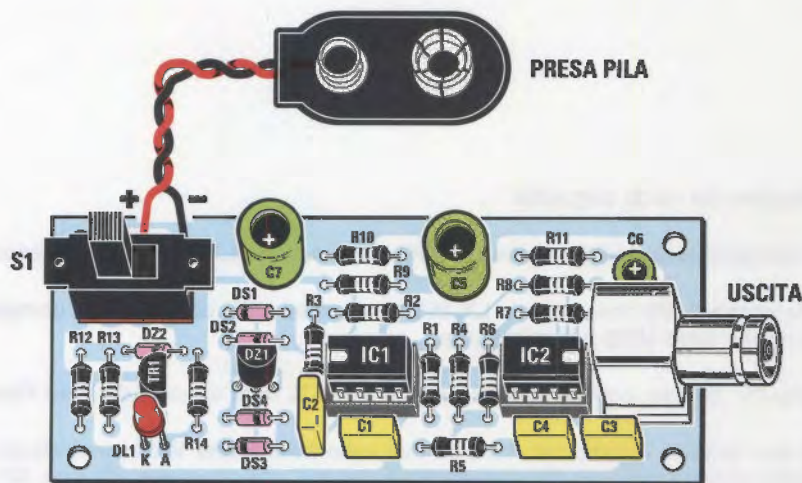

Fig.32 Disegno pratico del circuito del calibratore LX.1691.
Per misurare con precisione l'ampiezza di un segnale elettrico, come la sinusoide prodotta dal **generatore**, dovrete prima eseguire la **calibrazione** del vostro oscilloscopio e per questo dovrete procurarvi il **circuito di calibrazione LX.1691** pubblicato nella rivista **N.232** (vedi fig.32). Come vedrete, una volta eseguita, la calibrazione può essere **memorizzata** su un apposito file del vostro computer. In questo modo non sarà più necessario ripeterla, ma sarà sufficiente richiamarla ogni volta che riaccendete il computer.
- prendete il piccolo **circuito di calibrazione** siglato **LX.1691** che vedete riprodotto in fig.32. Questo circuito genera un'onda sinusoidale di **ampiezza costante**, pari a **1 Volt picco/picco**. La **frequenza** dell'onda prodotta dal circuito di calibrazione è di circa **1.200 Hz**.
**Nota:** chi dispone del Minilab nella versione "Advanced" e desidera eseguire l'esperienza di "misurare una sinusoide con l'oscilloscopio" descritta a pag.113, dovrà richiedere a parte un cavo con 2 BNC lungo 50 cm (cod. **RG1.05**), un cavo con BNC e due coccodrilli lungo 1 m (cod. **RG1.102**) e il kit del circuito di calibrazione **LX.1691** (vedi fig.32): per i relativi costi vi rimandiamo alla pag.95 della rivista **N.232**.